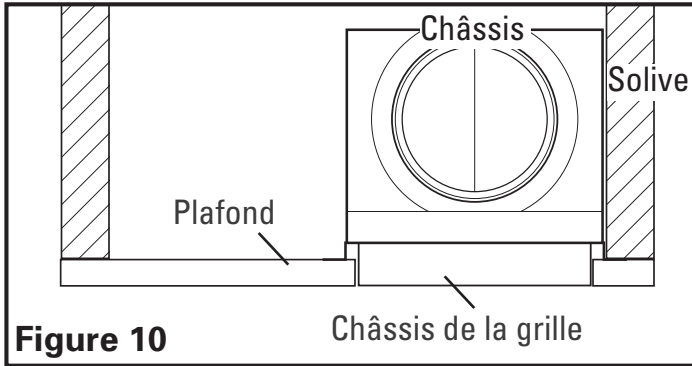

Figure 10
- 2b. Déterminez l'emplacement où la grille sera installée au long de la solive en commençant à 3,17 mm de la solive, découpez une ouverture circulaire de 152,4 mm en faisant attention de ne pas couper ou endommager des composants électriques ou tout autre matériel dissimulé (**Figure 9**). Placez le collet du châssis de la grille dans l'ouverture découpée de sorte qu'elle soit à effleurement du plafond final (**Figure 10**). Fixez le châssis de la grille à la solive en insérant les vis de 25,4 mm incluses, dans les deux trous de serrure (**Figure 6**).